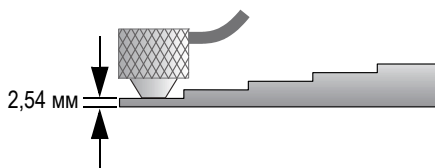

Рис. 5-6 Калибровка скорости звука на тонкой части 5-ступенчатого образца
- b) Установите преобразователь на тонкой части тестового образца (см. Рис. 5-6 на стр. 69), затем нажмите [CAL ZERO].